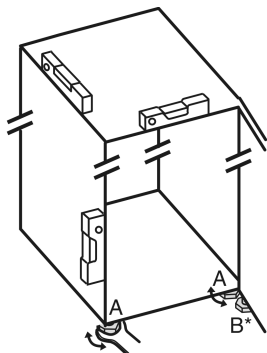

Fig. 23
- ▶ Az állítható lábakat Fig. 23 (A) a mellékelt villáskulccsal és egy vízmérce segítségével csavarja ki addig, amíg a készülék szilárdan és egyenesen be nincs igazítva.
- ▶ A csapágybak állítható lábát Fig. 23 (B) a mellékelt villáskulccsal csavarja ki úgy, hogy a padlón feküdjön.
- ▶ Az állítható lábat Fig. 23 (B) forgassa tovább 90°-kal.